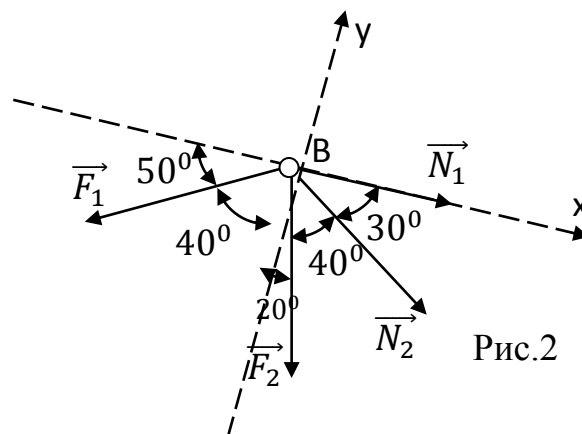

Рис.2
1.3. Проводим оси координат так, чтобы одна из осей прошла через одно из неизвестных усилий. Определяем углы между силами и осями (Рис.2).